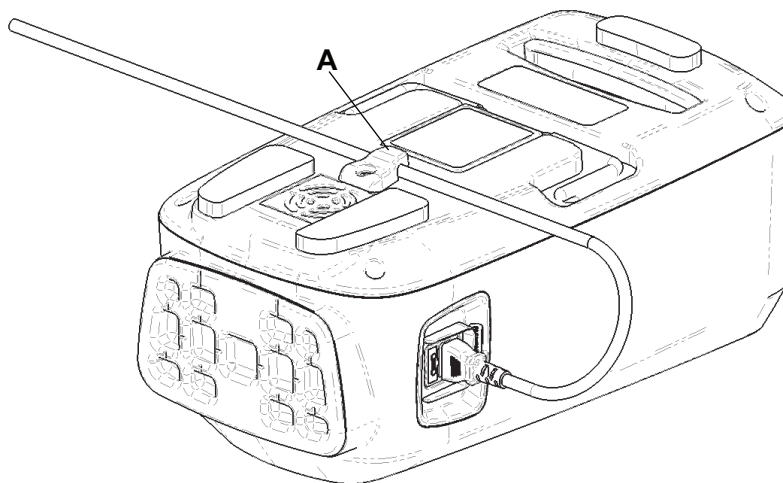

Figura 5 – Pega flexível de retenção do cabo
3. Insira o cabo de alimentação sob a pega flexível de retenção do cabo de alimentação (A) (Figura 5).